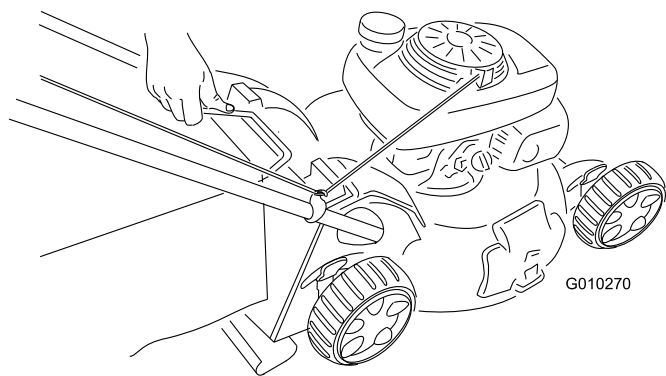

Bild 31
2. Heben Sie den Fangkorbgriff aus den Kerben oben an der Maschine und nehmen Sie den Fangkorb ab (Bild 31).